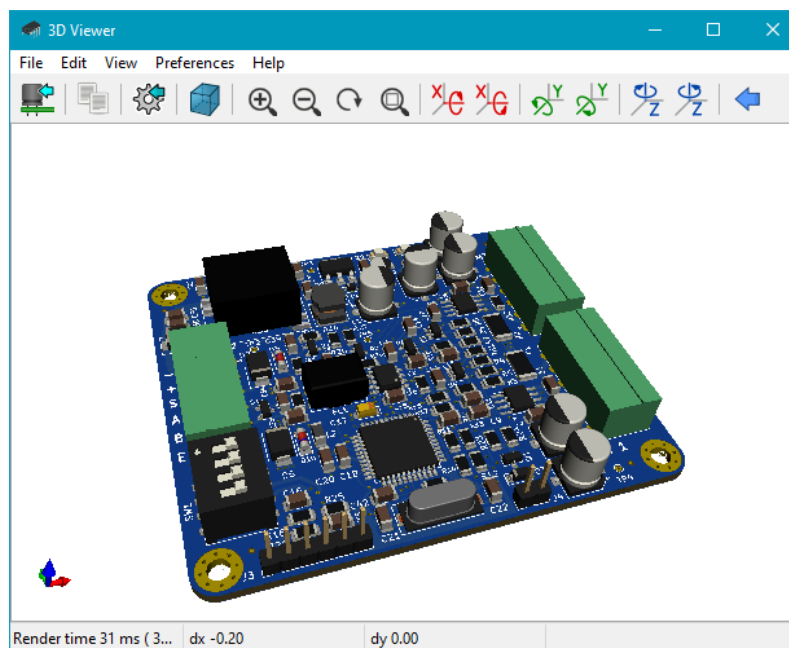

Figura 3: Esempio di utilizzo di KiCad e la visualizzazione 3D del PCB.
- Realizzazione 3D del PCB (Figura 3).